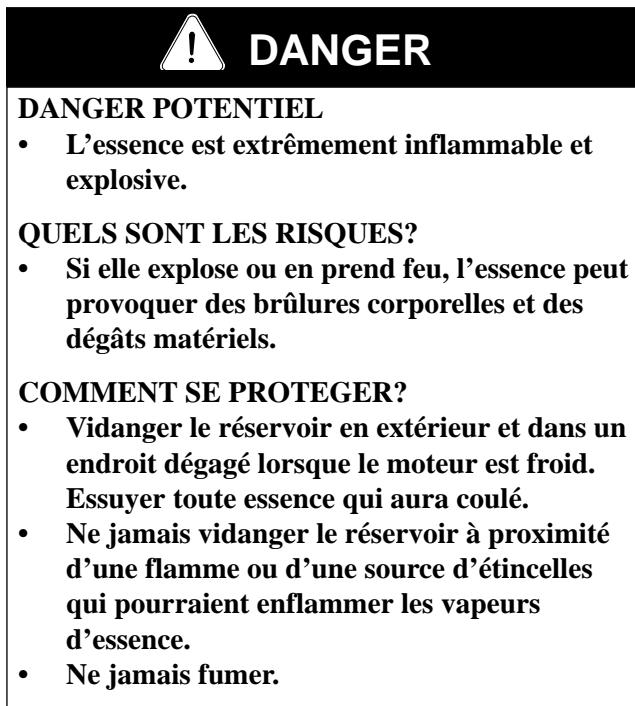

**Figure 28**
Le levier de frein se trouve en haut de la boîte pont (Fig. 28). Si le frein de stationnement ne suffit pas à immobiliser la machine, un réglage est nécessaire.
3. Pour régler le frein, déposer la goupille et la rondelle du levier (Fig. 28).
4. Tourner le tourillon pour qu'il glisse facilement dans le levier de frein (Fig. 28).
5. Fixer le tourillon au levier de frein avec la rondelle et une goupille (Fig. 28).